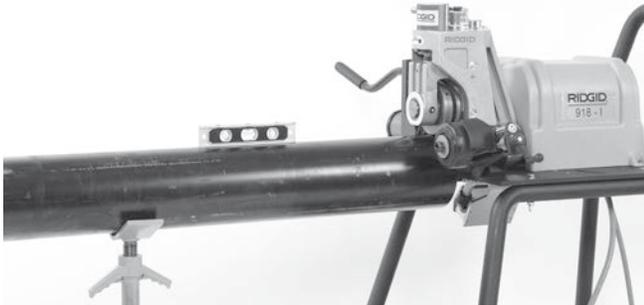

Figura 12 - Nivelarea țevii
- Mutați întrerupătorul ON/OFF (pornit/oprit) în poziția ON (pornit). Apăsăți și eliberați întrerupătorul-pedală. Verificați dacă rola de canelare se rotește în sensul acelor de ceasornic, în conformitate cu eticheta de rotație a țevii de pe mașina de roluire caneluri, *Vedeți figura 12.* Trimiteți mașina la service dacă se rotește în direcția greșită sau dacă întrerupătorul pedală nu controlează oprirea sau pornirea acesteia.
- Axa centrală a țevii și axa centrală a arborelui de antrenare trebuie să fie paralele. Aceasta trebuie verificată cu o nivelă în partea superioară a cilindrului hidraulic și pe țeavă. *Vezi figura 12.*